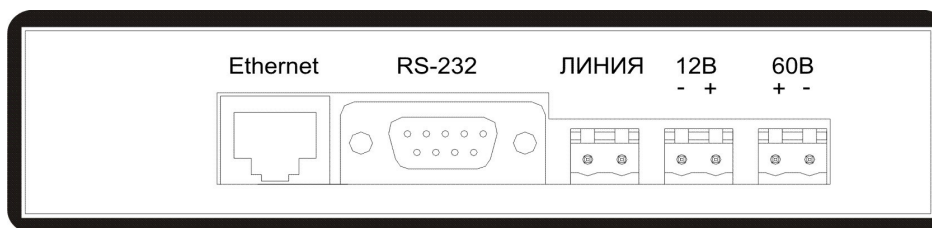

Рисунок 4: Задняя модель коммуникатора
4.5. На заднюю панель коммуникатора выведены (см. рис. 4):